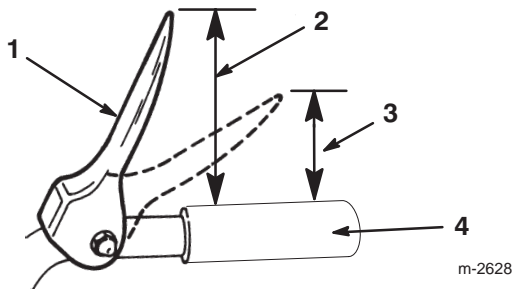

Figure 8
3. Réglez la position des deux contre-écrous à bride sur la tige de traction supérieure vers le haut ou vers le bas pour que l'extrémité de la manette de commande de traction soit à environ 13 cm de la poignée (Fig. 8).
Remarque : Le réglage est correct si les roues cessent de tourner quand le bout de la manette de commande de traction est à une distance de 7,5 à 10 cm du haut de la poignée (Fig. 8).